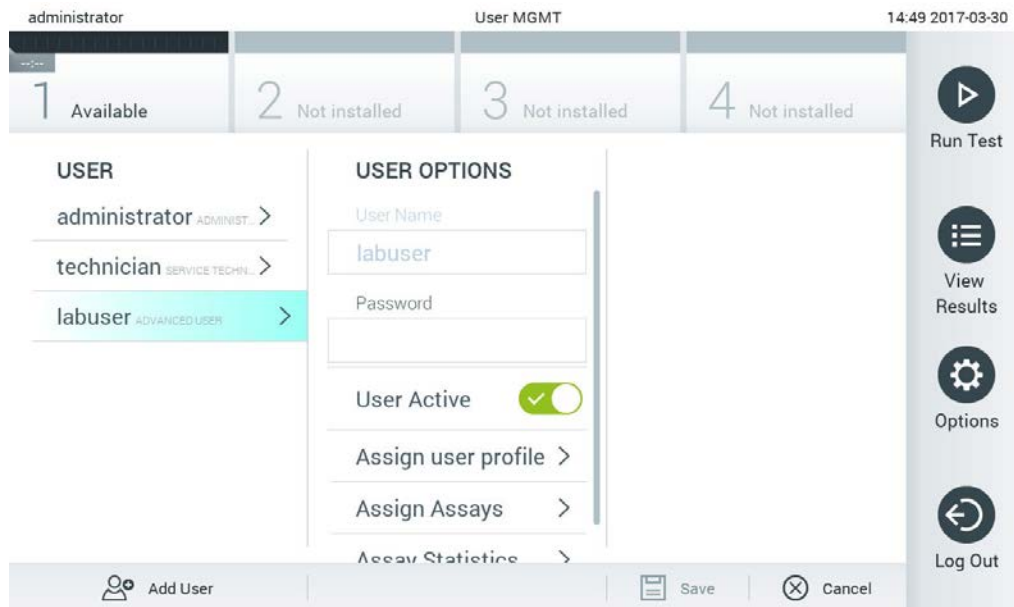

Abbildung 53: Auswahl und Verwaltung von Benutzern
2. Wählen Sie den zu verwaltenden Benutzer aus der Liste in der linken Spalte im Inhaltsbereich aus (Abbildung 53).